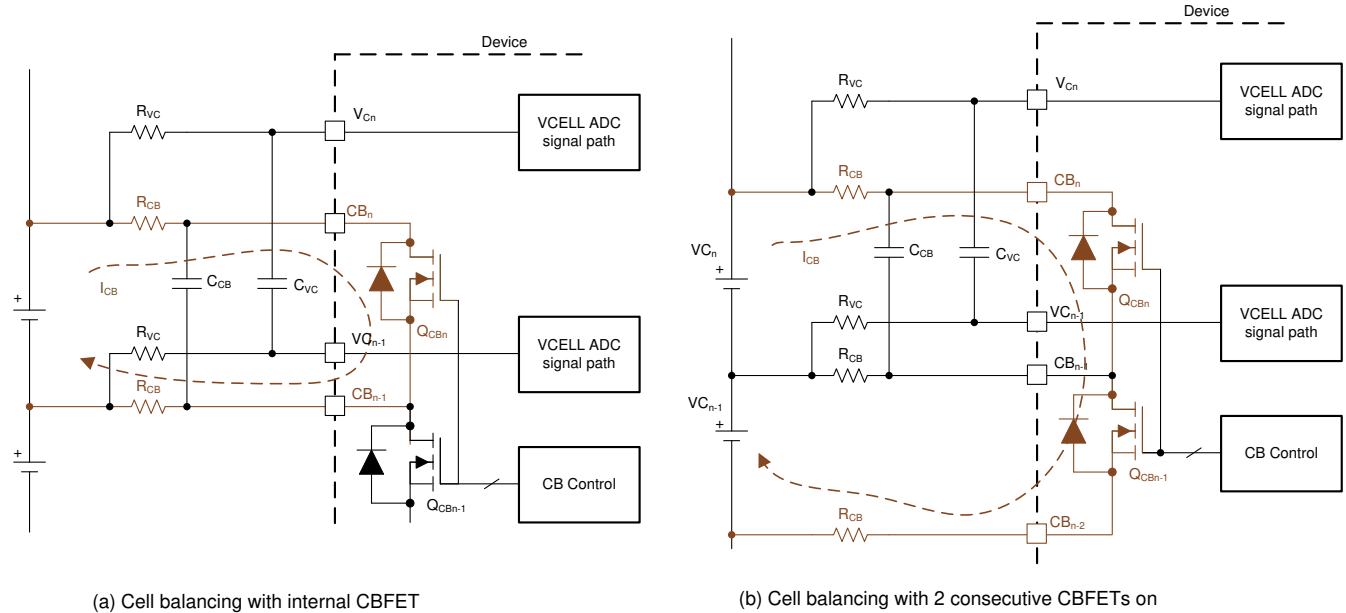

图 8-13. 内部电芯均衡和均衡电流的流动
- 无连续 CBFET 导通时的均衡 (图 8-13 (a)) : $I_{CB} = V_{Cell} / ((2 \times R_{CB}) + R_{ds(on)_{QCB}})$
- 两个连续 CBFET 导通时的均衡 (图 8-13 (b)) : $I_{CB} = (两个 V_{CELL} 之和) / ((2 \times R_{CB}) + R_{ds(on)_{QCBn}} + R_{ds(on)_{(QCBn-1)}})$
- 手动均衡控制 ([AUTO_BAL] = 0)：通过该方法，器件将在接收到 [BAL_GO] = 1 后开启具有非零均衡计时器设置的 CBFET。在电芯均衡期间不会进行奇数和偶数通道切换，并且在该控制下 BAL_CTRL1[DUTY2:0] 设置不适用。主机 MCU 可以通过该方法启用两个连续的 CBFET，并且最多可以启用八个 CBFET。当两个连续的 CBFET 启用并且两个通道都连接到电池电芯时，与没有相邻的 CBFET 开启相比，均衡电流显著不同（图 8-13）。提供 DEV_CONF[NO_ADJ_CB] 位是为了在不打算开启相邻通道以进行均衡的系统中避免无意启用相邻的 CBFET。在该控制方法中，器件依靠 MCU 来启用适当的通道。如果 MCU 发送 [BAL_GO] = 1，但 CBFET 在无效条件下启用，则器件不会开始均衡并且会设置 BAL_STAT[INVALID_CBCONF] = 1。无效配置为以下任一配置：